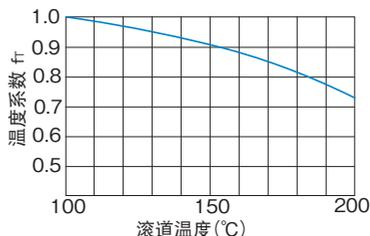

图2 温度系数 (f_t)
- f_T : 温度系数 (参照图10-8图2)
如果LM滚柱滚动块的使用环境温度超过100°C时,就要考虑高温的不良影响,应将基本额定载荷乘以图2中表示的温度系数。